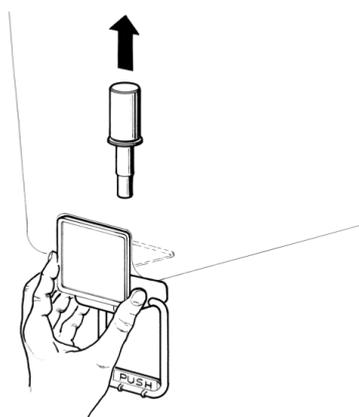

figure 4
- 6 **Robinet en inox à gravité:** défiler le piston et démonter le levier de débit robinet (voir figure 4).